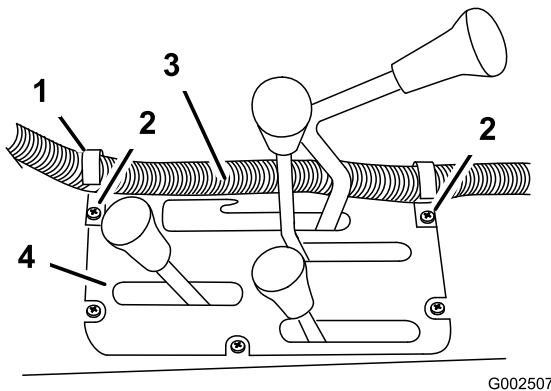
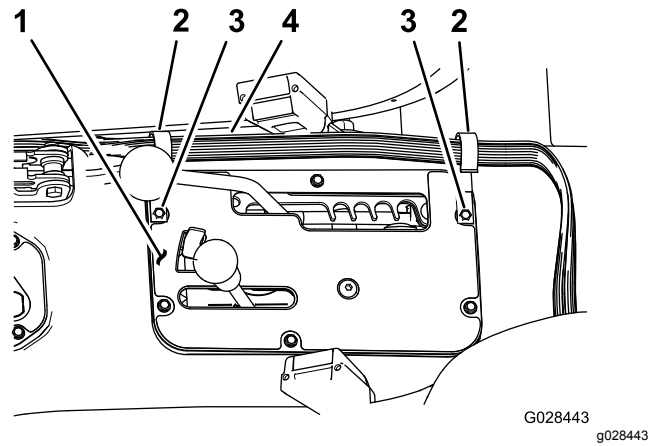

Figure 20
Figure 21
1. À l'aide des vis existantes, fixez les 2 clips en J dans la console centrale, aux emplacements indiqués à la Figure 20 ou Figure 21.